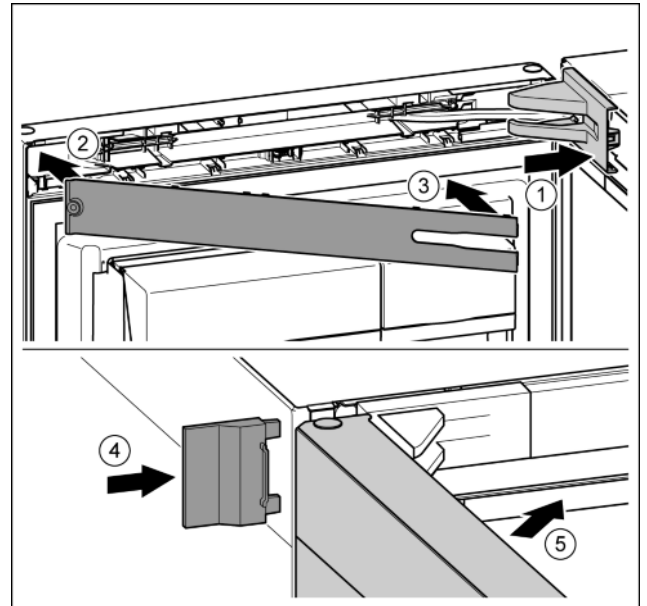

Fig. 22
- ▶ Applicare la copertura del blocco di supporto e inserirla a scatto, se necessario allontanarla con attenzione. Fig. 22 (1)
- ▶ Applicare la mascherina. Fig. 22 (2)
- ▶ Orientare verso l'interno la mascherina e innestare. Fig. 22 (3)
- ▶ Inserire spingendo la copertura esterna. Fig. 22 (4)
- ▶ Chiudere la porta superiore. Fig. 22 (5)